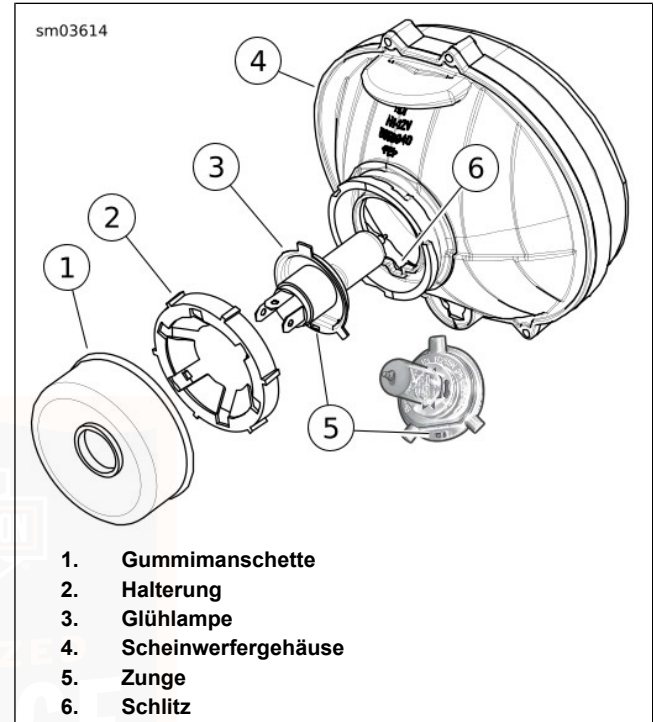

Abbildung 64. Scheinwerfergehäuse-Baugruppe
1. Siehe Abbildung 64. Die Kappe (1) entfernen.
2. Die Halterung (2) nach links drehen und entfernen.
4. Siehe Abbildung 64. Eine **neue** Glühlampe in das Glühlampengehäuse einsetzen. Sicherstellen, dass die Zunge (5) auf der Glühlampe mit dem Schlitz (6) im Glühlampengehäuse ausgerichtet ist.
5. Die Halterung (2) anbringen und im Uhrzeigersinn drehen, um sie zu sichern.
6. Die Gummikappe (1) über der Halterung anbringen, bis sie mit dem Unterteil der Glühlampenfassung bündig ist.